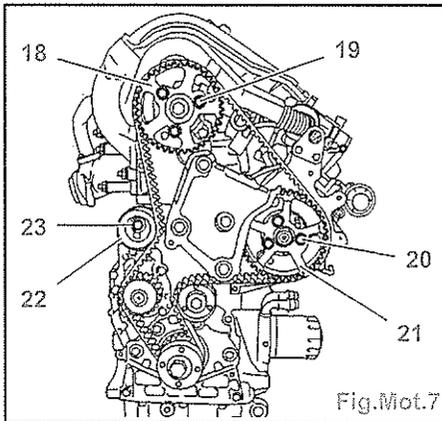

Fig.Mot.7
- Desserrer (Fig.Mot.7) :
- les vis (19) et (20),
- la vis (23) du galet tendeur (22).